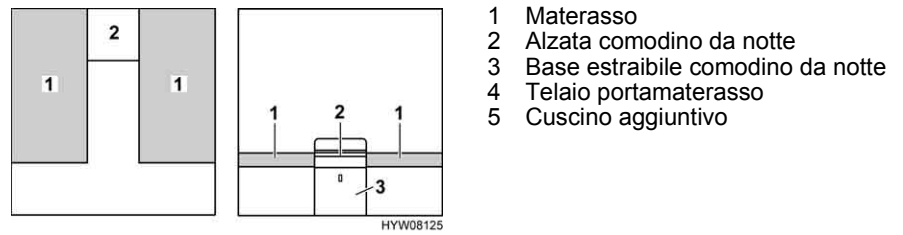

Fig. 117 Prima della trasformazione
- Rimuovere l'alzata del comodino da notte (Fig. 117,2) e metterla da parte.